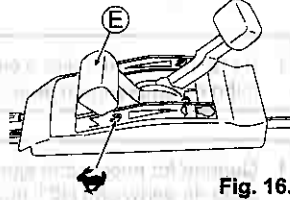

Fig. 16.
2 Coloque a alavanca do acelerador (E) em "STOP" para começar a cortar. (Veja a fig. 16.)